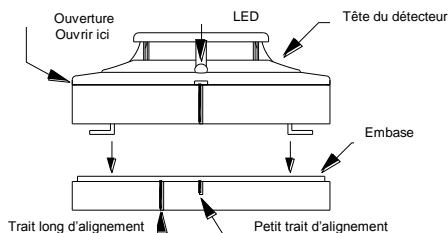

Figure 4. Mise en place de la tête sur l'embase
- Aligner le trait d'alignement de la tête avec le petit trait d'alignement de l'embase comme indiqué figure 4.